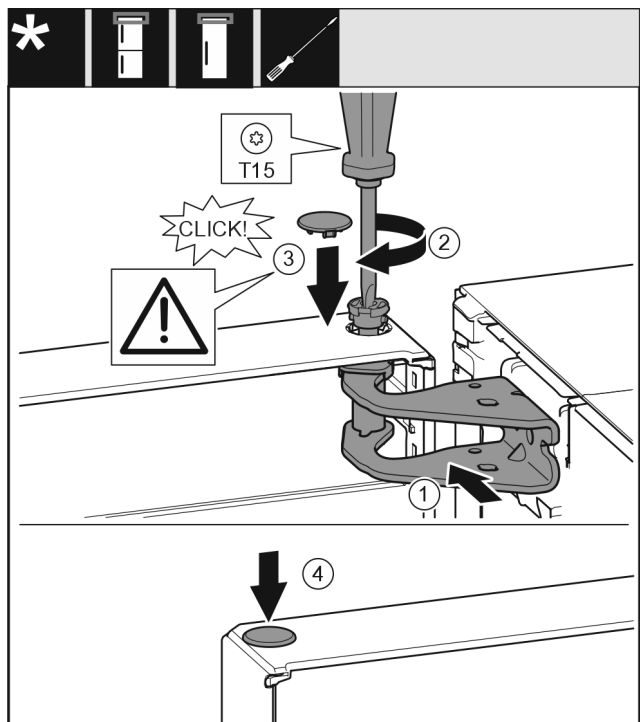

Fig. 27
- Tür oben zur Öffnung im Lagerbock Fig. 27 (1) ausrichten.
- Bolzen Fig. 27 (2) einsetzen und mit Schraubendreher festschrauben.
- Abdeckung Fig. 27 (3) einsetzen.
- Kontrollieren, dass die Abdeckung Fig. 27 (3) auf der Tür aufliegt.
- Abdeckung Fig. 27 (4) einsetzen.